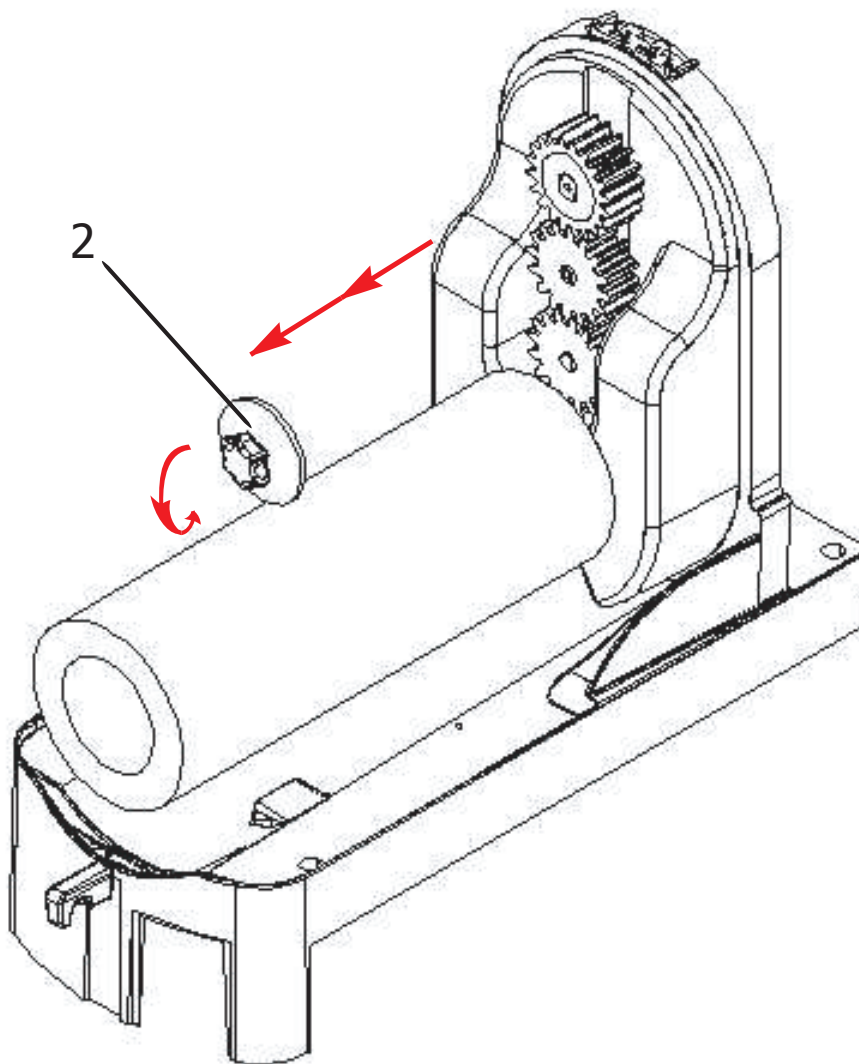

Fig. 6
La seconda fase (Fig.6) prevede lo smontaggio del perno di fermo (2) degli ingranaggi. Per la rimozione svitare il perno facendolo ruotare in senso antiorario.
The second phase (Fig.6) is the disassembly of the gear lock pin (2). To remove unscrew the pin counter clock-wise.